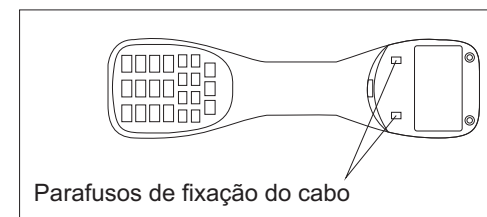

Figura 2
B) Conforme indica a Figura 2, remova os parafusos que prendem os dois fios do cordão danificado e substitua-o por um novo. Retorne a tampa e os parafusos à posição original.